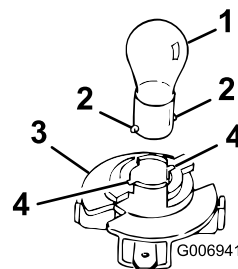

Figura 42
- Ruotare il portalamпада di 1/4 di giro in senso orario e toglierlo dal riflettore (Figura 42).
- Premete la lampada e giratela in senso antiorario finché non si ferma (circa 1/4 di giro), quindi toglietela dal portalamпада (Figura 42).
- Inserite la base nel portalamпада (Figura 42).